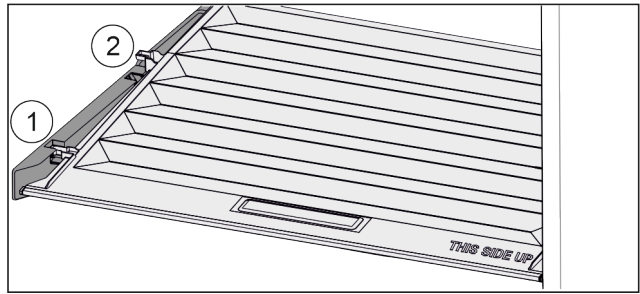

Fig. 31
- ▶ Кришку до отвору в деталях для підтримки потягнути вперед Fig. 31 (1).
- ▶ Підняти ззаду знизу та вийняти Fig. 31 (2) вгору.